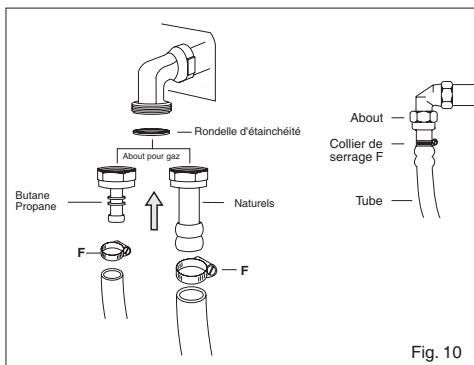

Fig. 10
Le tuyau doit être monté sur l'about (porte caoutchouc) avec un collier de serrage (F) pour éviter toute fuite de gaz et visible sur toute sa longueur (voir fig 10).